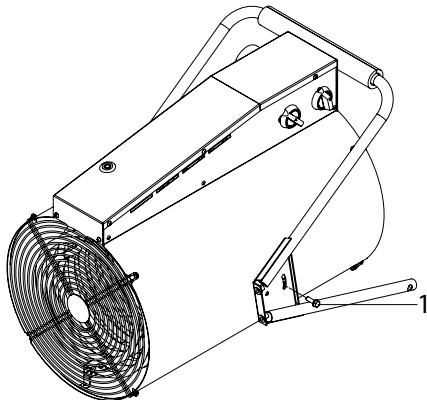

Рис. 1
Изделие находится в транспортировочном положении (Рис. 1) Для приведения прибора в рабочее положение необходимо выкрутить болт M6x20 (2 шт.) (1), как указанно на рис. 1.